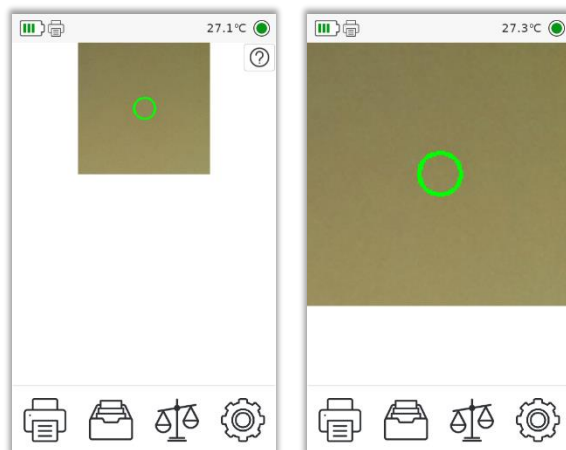

Рисунок 4 Главное окно ПО спектрометра
После перехода в главное окно программы (Рисунок 4) можно изменить настройки прогрева или отключить его (п.5.6.1.8.5).
5.1.7. В верхней части экрана (Рисунок 4) отображается следующая информация:
5.1.9. Для увеличения изображения, получаемого с видеокamеры прибора, нажмите на это изображение. Повторное нажатие уменьшит изображение до первоначального размера (Рисунок 4).